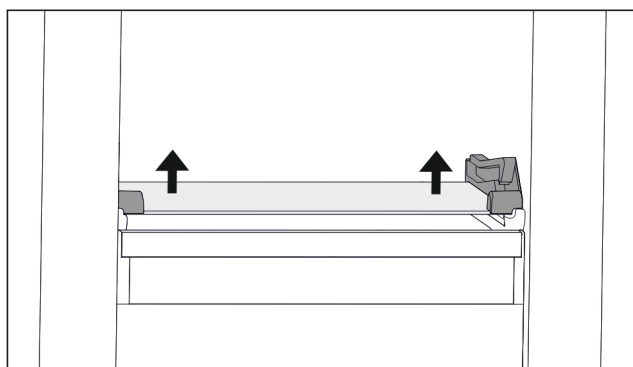

Fig. 72 Sklenená doska sklopnej zásuvky
- ▶ Na oboch stranách potlačte sklenenú dosku zospodu nahor. (pozri Fig. 72)